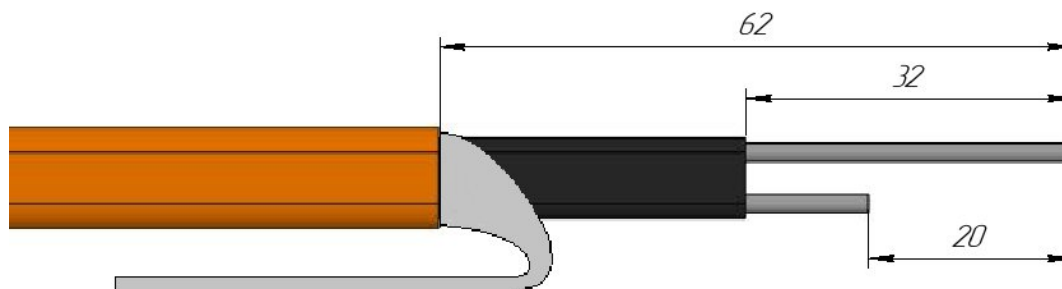

Рисунок 1
3.2.4 Удалить изоляцию и матрицу на длину 32 ± 1 мм от края (рисунок 1).